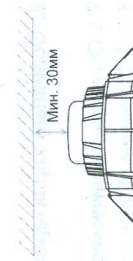

Рис. 2 – Воздушный зазор.
- 3.10 Корпус установить в потолочной нише. Воздушный зазор над верхней точкой светильника должен быть не менее 30 мм (см. рис. 2).